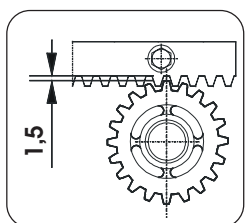

Fig. 17
- Au terme de l'installation de la crémaillère, pour garantir un engrènement correct avec le pignon, on recommande d'abaisser la position du motoréducteur d'environ 1,5 mm (Fig. 17).